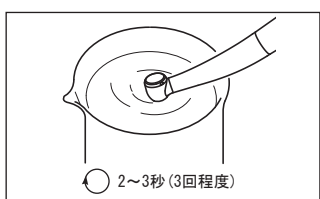

図 17
- 3 ハンドピースを回転させ、そのままきれいな水の中にヘッド半分が隠れるくらいまで入れます。回転、停止を2～3秒繰り返して行います（3回程度）（図17）。